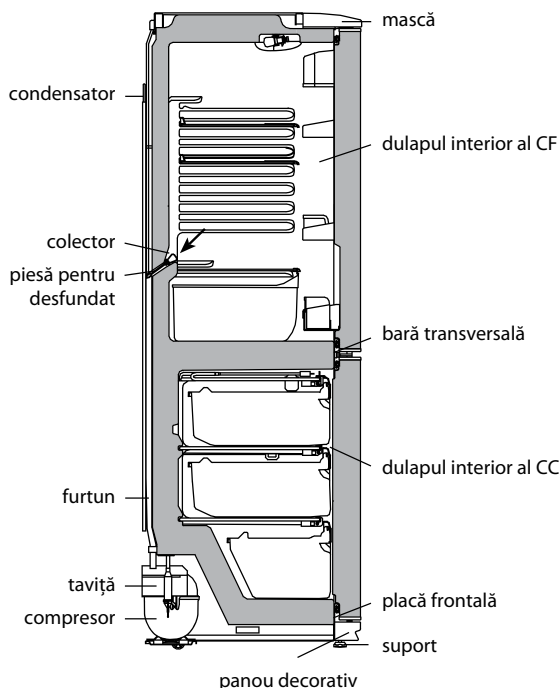

Figura 4 – Schema scurgerii apei rezultate în urma topirii din CF
2.2.1 În CF se folosește un sistem automat de dezghețare. Bruma, care apare pe perețele din spate al CF, după deconectarea compresorului care lucrează în ciclu, se topește și se transformă în picături de apă. Picăturile de apă rezultată în urma topirii se scurg în colector, apoi prin gaura acestuia și prin furtun – în taviță de pe compresor, în conformitate cu figura 4 și se evaporă. Gaura colectorului este dotată cu o piesă pentru prevenirea înfundării sistemului de drenaj.
Prezența apei în colector indică înfundarea sistemului de drenaj. Pentru eliminarea înfundării folosiți piesa corespunzătoare și curățați gaura colectorului, astfel ca apa să se scurgă liber în taviță, apoi spălați piesa și instalați-o în conformitate cu figura 4.
SE INTERZICE să utilizați frigiderul cu sistemul de scurgere înfundat. Apa care a apărut pe fundul CF sau care a ajuns în locul de alăturare a barei transversale și a dulapului interior al CF, în conformitate cu figura 4, poate provoca coroziunea dulapului exterior al frigiderului și elementelor agregatului frigorific, defectarea izolației termice, formarea crăpăturilor dulapului interior și defecțiunea frigiderului.
SE INTERZICE să decongețați congelatorul fără utilizarea elementului pentru drenare. Apa rezultată în urma topirii care se scurge din cameră afară de elementul pentru drenare, pătrunzând în locul de alăturare a plăcii frontale la dulapul interior în conformitate cu figura 4, poate provoca coroziunea dulapului exterior al congelatorului și a elementelor agregatului frigorific, defectarea izolației termice, formarea crăpăturilor dulapului interior și defectarea dulapului frigiderului.